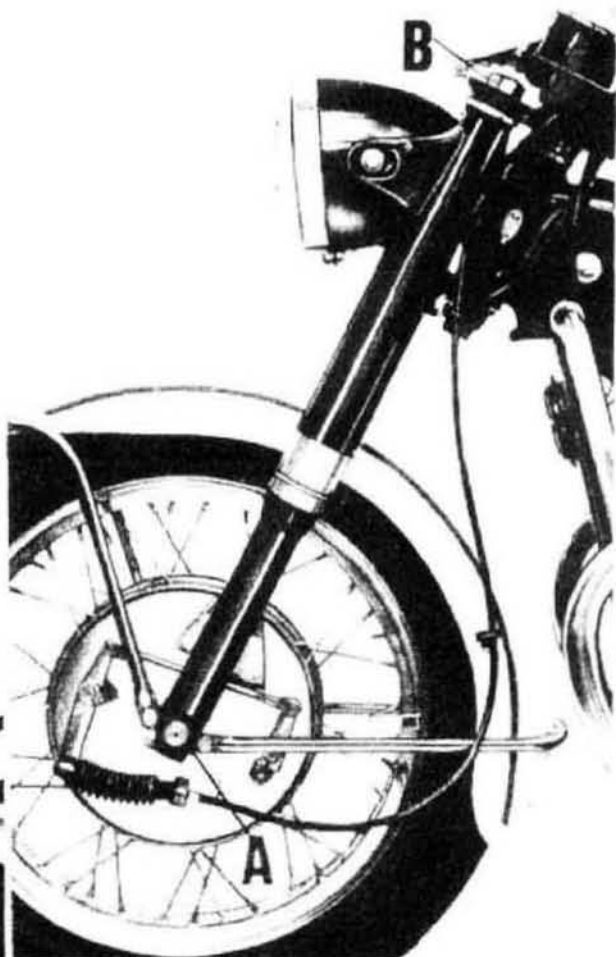

Fig. 112
- il liquido dagli ammortizzatori (a forca montata il liquido viene scaricato dopo a tolto la vite A dai due gambali) (ved fig. 112);
immettere litri 0,160 per braccio di liquido «SHELL Tellus 33» dal foro per tappo immissione (B di fig. 112);